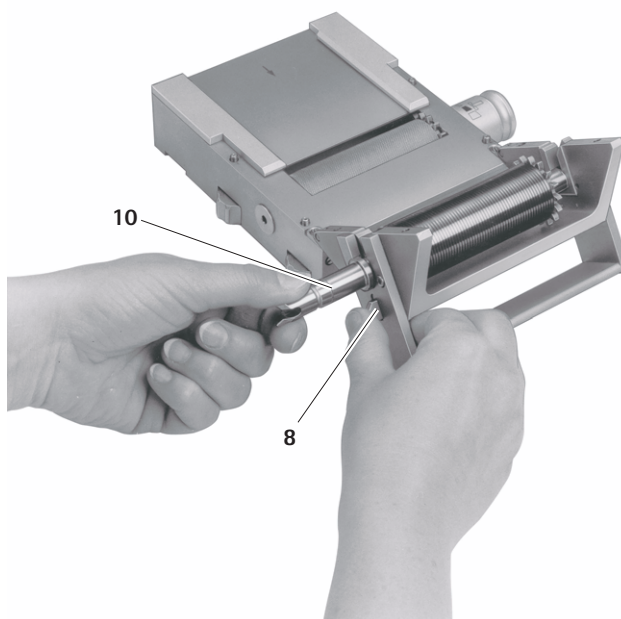

Fig. 3
- ▶ Manter o trinco 8 premido e, ao mesmo tempo, puxar no eixo 10, para desacoplar os rolos de corte 2, ver Fig. 3.
- ▶ Premir o rolo de corte 2 no eixo 10 nos pontos de apoio 20, até engatar, ver Fig. 3.